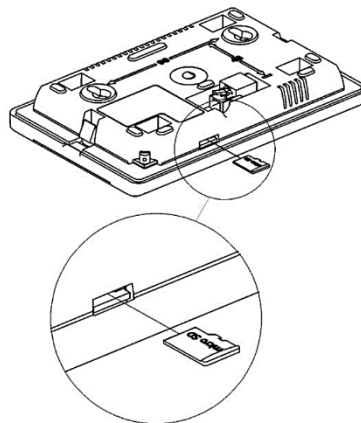

Abbildung 9: Einsetzen einer microSD-Karte in den Anschluss des Bedienfelds
- An der Unterseite des Bedienfelds befindet sich ein Anschluss zum Einsetzen einer microSD-Karte. Setzen Sie die Karte wie in Abbildung 9 ein.